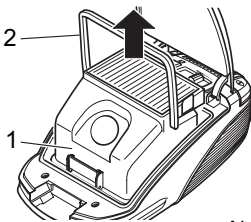

Abb. 24
2. Entnehmen Sie die B-Box (Abb. 24/1) am Bügel (Abb. 24/2).